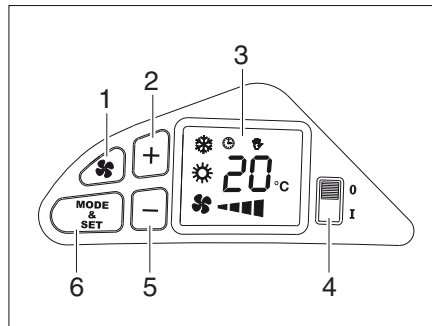

Fig. 122 Panneau de commande
- Enclencher la climatisation avec l'interrupteur (Fig. 122,4). A l'enclenchement, le système attend toujours 2 minutes avant d'enclencher le compresseur et de se mettre en service.
- Sélectionner le mode de fonctionnement désiré avec la touche (Fig. 122,6). Les symboles à l'écran (Fig. 122,3) indiquent le mode de fonctionnement sélectionné:
- En appuyant simultanément sur la touche (Fig. 122,1) et une des touches (Fig. 122,2) ou (Fig. 122,5), on règle la vitesse de ventilation en mode manuel.
- En appuyant sur les touches (Fig. 122,2) ou (Fig. 122,5), on règle la température
- Mettre la climatisation hors service avec l'interrupteur (Fig. 122,4).